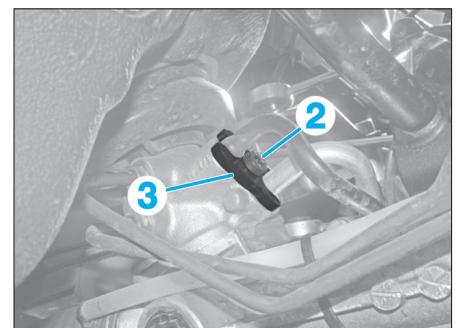

Fig. 27
- la vis (2) (Fig.27).
- À l'aide d'un levier, écartez la bride (3) de la valve d'assistance de direction puis orienter les canalisations dans un bac.